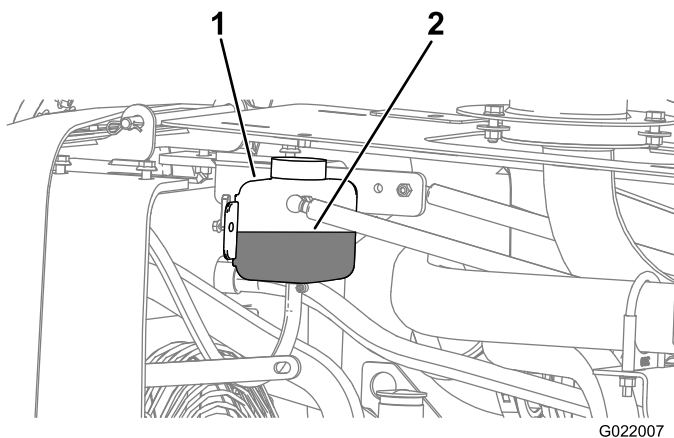
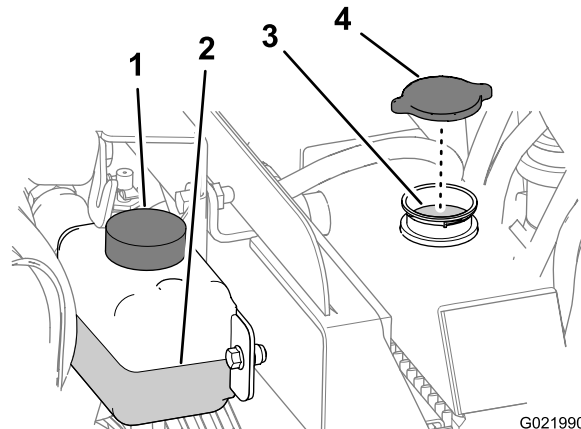

Figure 136
Figure 137
4. Contrôlez le niveau de liquide de refroidissement dans le vase d'expansion (Figure 136).
4. Enlevez le bouchon du goulot de remplissage du radiateur et vérifiez le niveau de liquide de refroidissement (Figure 136 et Figure 137).
5. Si le niveau de liquide de refroidissement est trop bas, faites l'appoint jusqu'à ce qu'il atteigne le bas du goulot de remplissage (Figure 137).
6. Remettez le bouchon de radiateur en place et serrez-le solidement (Figure 137).
4. Retirez le bouchon de radiateur (Figure 137).
2. Retirez le bouchon de radiateur (Figure 137).
4. Remettez le bouchon de radiateur en place (Figure 137).